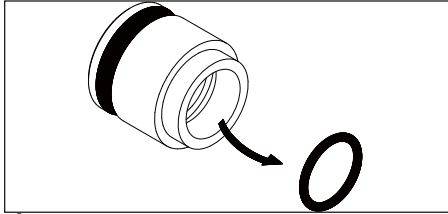

Figure 24
- Retirez l'emballage de la gorge de roulement (voir figure 24).